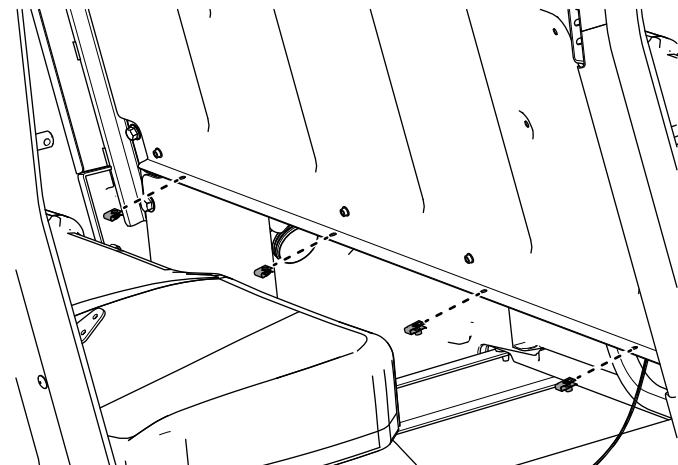

Figura 55
22. Instale los 4 clips (1/4") en el panel central del asiento (Figura 55).